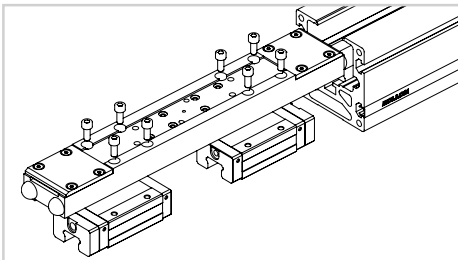

図 16
- 18) キャリッジを完全にスライドさせ、両方のスライドブロックにアクセスできるようにします (図 16)。交換するブロックを取り外します。